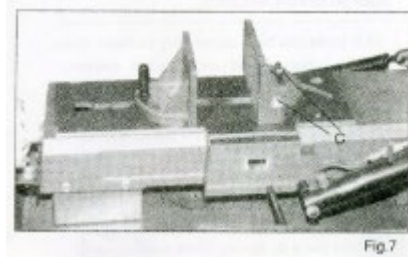

Fig.7
1. Entfernen Sie Bolzen und Mutter (C – Abb. 7).